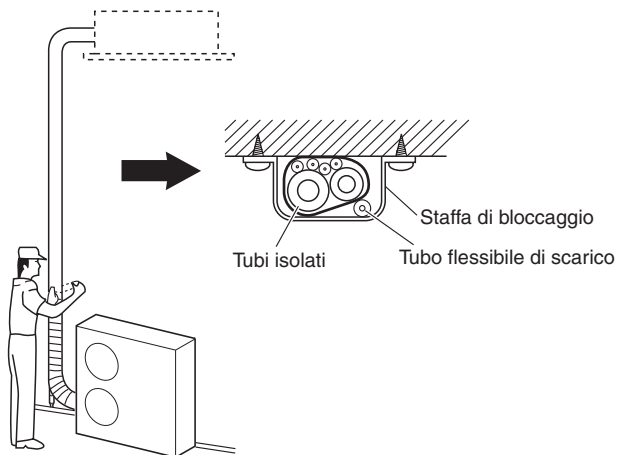

Fig. 5-10
- (1) In questa fase i tubi del refrigerante (e i cavi elettrici, se consentito dalle normative locali) devono essere nastrati con del nastro di rinforzo formando un solo fascio. Per prevenire la formazione di condensa dovuta al trabocco della coppa di scolo, tenere separati il tubo di scarico e quello del refrigerante.
- (2) Avvolgere il nastro di rinforzo dal fondo dell'unità esterna sino al punto la tubazione entra nella parete. Durante l'avvolgimento del fascio di tubi, sovrapporre metà dell'altezza del nastro alla spira immediatamente precedente.
- (3) Fissare il fascio dei tubi alla parete usando una fascetta ogni metro circa. (Fig. 5-10)